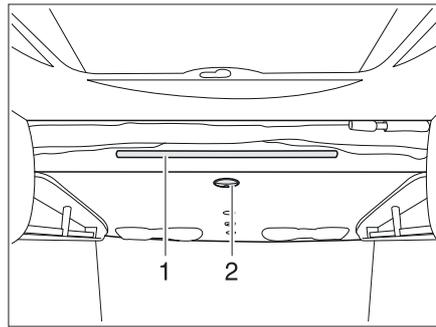

Bild 119 Hubbett elektrisch
- Den Griff (Bild 119,2) an der Unterseite des Hubbettes drehen.
- Die Aufstiegsleiter mit den beiden Bügeln in die Haltstange (Bild 119,1) am Hubbett einhängen.